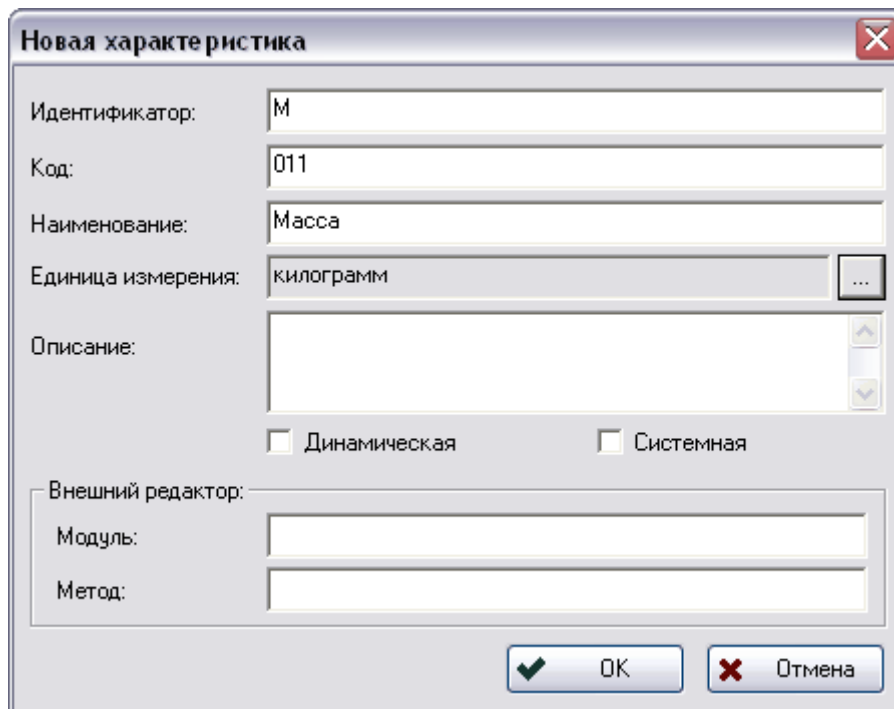

Рис. 85 Новая характеристика
4. В открывшемся диалоговом окне **Новая характеристика** установите следующие параметры (Рис. 85):